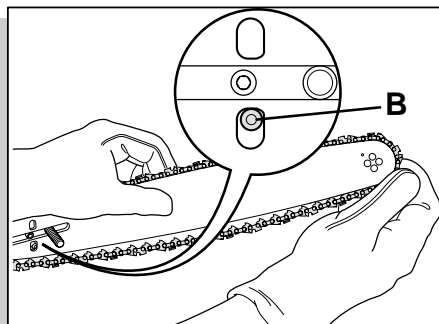

fig. 4
- Sørg for, at kæden sidder præcist på sværdet (fig. 4). Om nødvendigt tvinges sværdets spids med en skruetrækker. Kontrollér, at kædestramningstappen B sidder korrekt i sværdets hul.